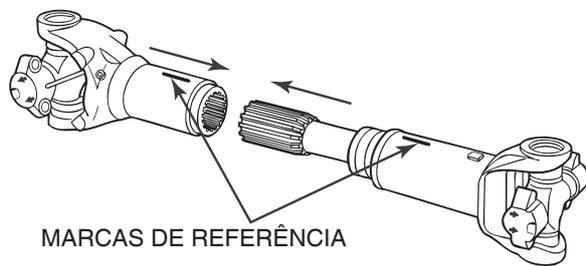

Figura 4.22
6. Alinhe as seções do garfo deslizante e eixo estriado com as marcas de referência feitas durante a desmontagem. Figura 4.22.
7. Instale o eixo estriado no garfo deslizante até as estrias estarem totalmente acopladas. Figura 4.22.